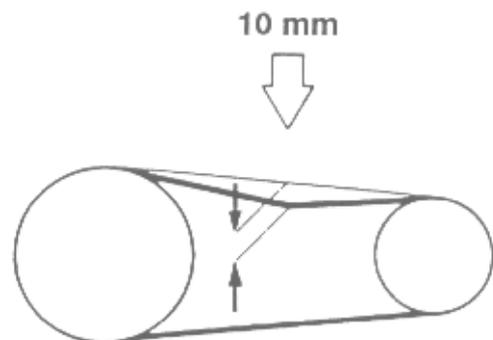

Abb. 12.1 Prüfen der Keilriemenspannung
- Die Keilriemenspannung ist korrekt, wenn sich der Keilriemen mit starker Daumenkraft zwischen den Riemenscheiben 10 mm durchdrücken lässt (Abb. 12.1).
- Motor justieren bzw. Kontermuttern der Einstellschrauben lösen und Motor durch Drehen der Einstellschraube (Vierkant) justieren, bis die richtige Keilriemenspannung (Abb. 12.1.) erreicht ist.